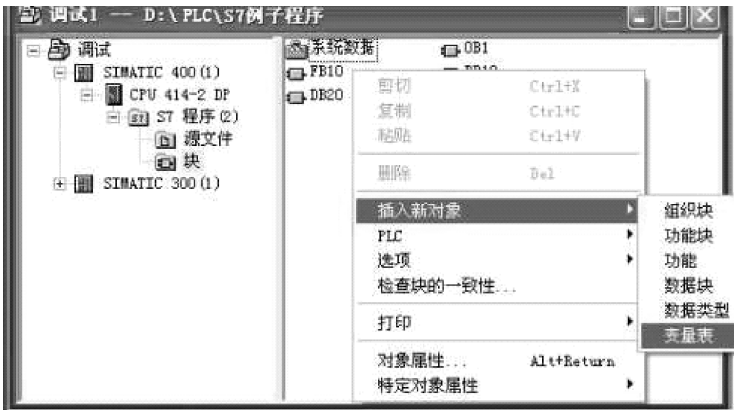

图 3-44 新建（插入）变量表路径
- 1) 使用变量表进行监视和修改的操作步骤。创建一个新的变量表或打开一个已经存在的变量表。在块目录里把鼠标放在右边空白处，然后单击右键，在弹出的界面中单击“插入新对象”→“变量表”即可创建一个新的表，如图 3-44 所示。需要打开变量表可以双击块